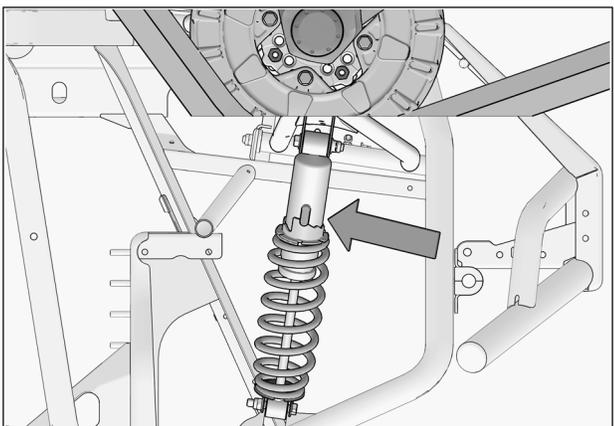

Fig. 22
1. Vérifier l'ajustement de la suspension; si les amortisseurs sont réglables, ils doivent être réglés au niveau le plus ferme pour permettre un maximum de dégagement entre les systèmes et les ailes du véhicule. Voir la Fig. 22